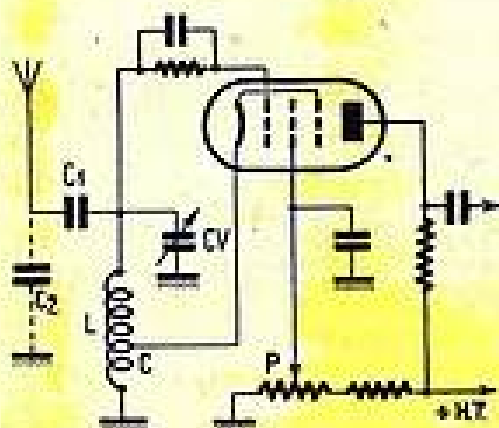

Fig. 1. - Principe de la détectrice.
Le principe que nous adoptons est celui de la détectrice ECO, ou « electron coupled », dont la figure 1 nous donne le schéma de base. Le bobinage L, accordé par le condensateur variable (CV) comporte une